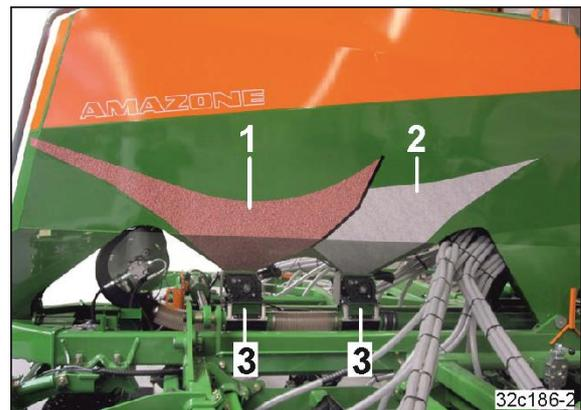

Fig. 86
- Kammer 1 (Fig. 86/1) zum Mitführen von Saatgut.
- Kammer 2 (Fig. 86/2) wahlweise zum Mitführen von Dünger oder Saatgut.
Die Dosierer (Fig. 86/3) sind hintereinander angeordnet.